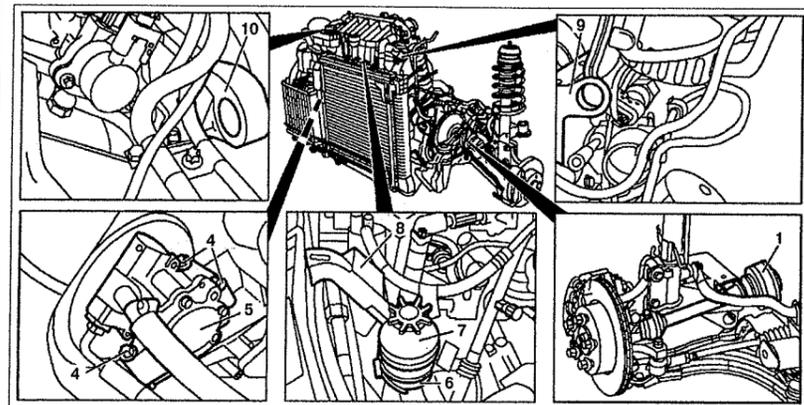

Рис. 5.4. Снятие и установка двигателя с трансмиссией:
2. Открутите болты крепления полусей 1 к коробке передач (см. рис.5.4).